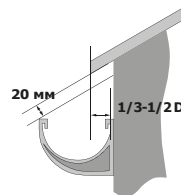

Рис. 1: Определение положения желоба относительно кровельного свеса
1. Определите положение водосточного желоба относительно свеса кровли (Рис. 1).